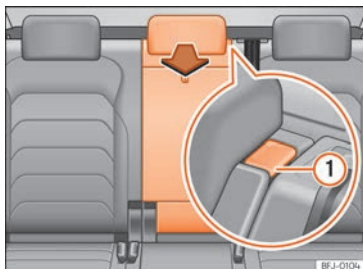

Abb. 130 Rücksitzlehne: Öffnung der Durchladeeinrichtung.
- Entriegelungstaste » Abb. 130 (1) drücken und Deckel der Durchladevorrichtung nach vorn klappen » ⚠.